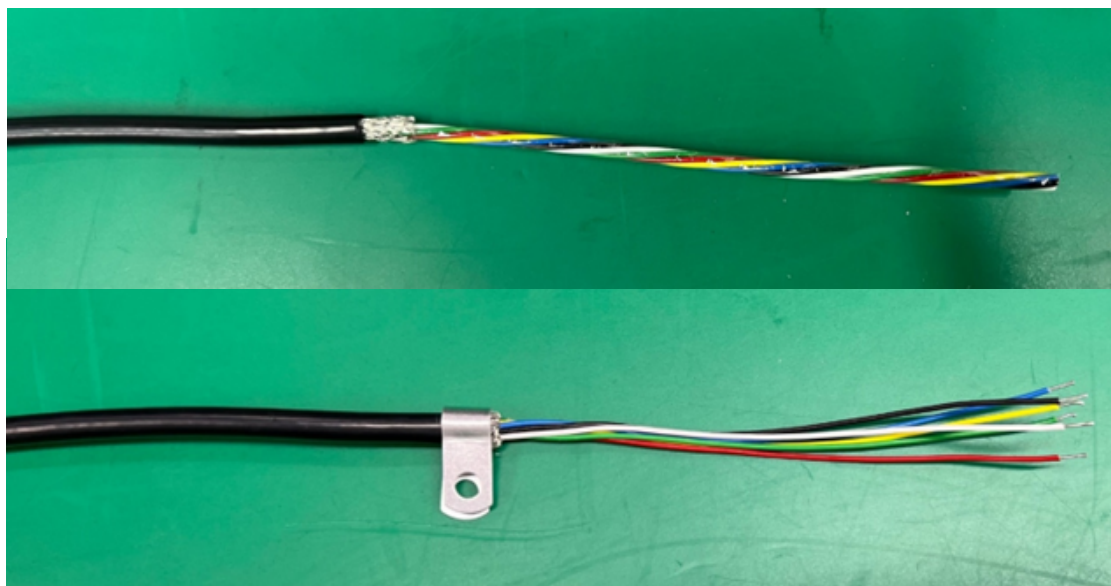

Figura 2-28: Instalación de la ferrita del cable de la celda de carga analógica y conexión a tierra del chasis, IND236
4. Coloque la pinza de conexión a tierra incluida con el terminal sobre el alambre del blindaje expuesto (consulte la Figura 2-28).